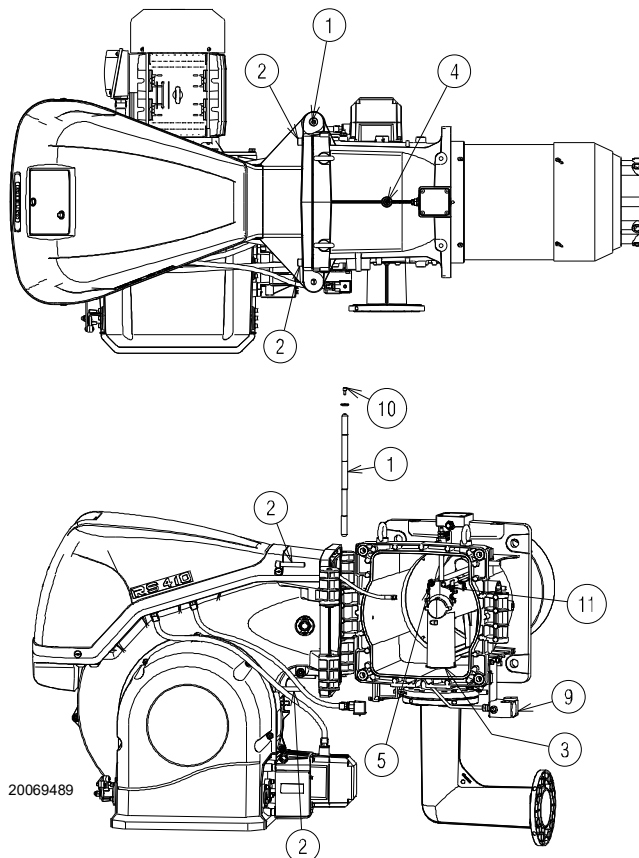

Abb. 12
Der Brenner wird werksseitig für die Öffnung nach links ausgelegt, sodass der Stift 1)(Abb. 12) in seinem Sitz gehalten wird.
- A** den Anschluss 9)(Abb. 12) des Gas-Höchstdruckwächters trennen;
- D** den Brenner, wie auf der Abb. 12 gezeigt, vollständig öffnen;
Um den Brenner auf der anderen Seite zu öffnen, vor dem Entfernen des Stifts 1)(Abb. 12) überprüfen, dass die 4 Schrauben 2) festgezogen sind. Erst nachdem der Stift 1) auf die gegenüberliegende Seite gebracht wurde, können die Schrauben 2) entfernt werden. Den Stecker von der Steckdose 9)(Abb. 12) des Gas-Höchstdruckwächters trennen, dann wie bereits unter Punkt **C**) beschrieben vorgehen.